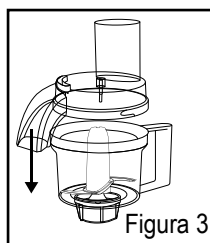

Figura 3
5. Coloque la tapa en el recipiente presionándola hacia abajo levemente y asegurándose de que las lengüetas del recipiente se alineen con las aperturas en la tapa. Gire la tapa en el sentido contrario a las agujas del reloj hasta que haga un clic, trabando en su lugar y no gire más (Figura 3).